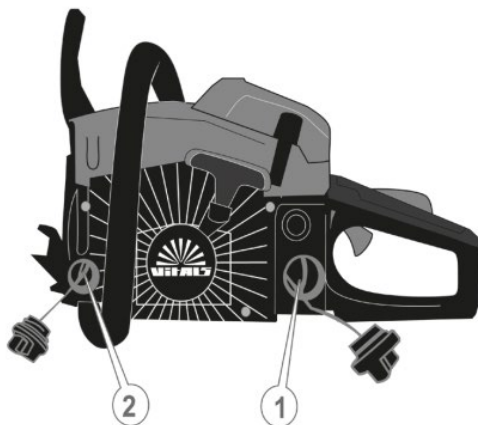

Рисунок 5. Схема розташування горловин бачків для палива та мастила.
4. Ретельно почистити поверхню навколо паливного бачка та кришку отвору бачка від бруду, відкрутити кришку (1, рис. 5) та через металеву лійку влити суміш, залишивши повітряний прошарок між рівнем палива й горловиною бака для теплового розширення.
5. Повернути кришку паливного бачка (1, рис. 5) на місце.
5.1.5.1 Порядок заправки мастила для змащування ланцюга (рис. 5).
3. Ретельно очистити поверхню навколо кришки (2, рис. 5) бачка для заливання мастила від забруднень, щоб не допустити потрапляння тирси, частинок – пилу та бруду всередину.
4. Відкрутити кришку бачка (2, рис. 5).
6. Щільно закрити кришку бачка (2, рис. 5).